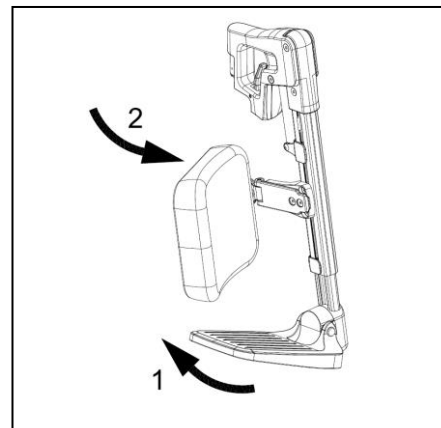

Abb. 6.1
- Klappen Sie die Fußrasten nach oben (Abb. 6.1).
- Klappen Sie die Unterschenkelplatten (sofern zutreffend) zur Seite weg (Abb.6.1).